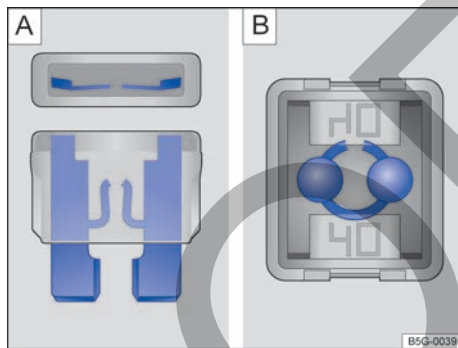

Fig. 148 Fusible fundido: **A** Fusible enchufable plano. **B** Fusible tipo bloque.
- Se puede saber si un *fusible enchufable plano* (ATO[®], MINI[®]) está fundido por la tira de metal quemada visible desde arriba y desde los laterales a través de la carcasa transparente → fig. 148 **A**.
- Se puede saber si un *fusible tipo bloque* (JCASE[®]) está fundido por la tira de metal quemada visible desde arriba a través de la carcasa transparente → fig. 148 **B**.